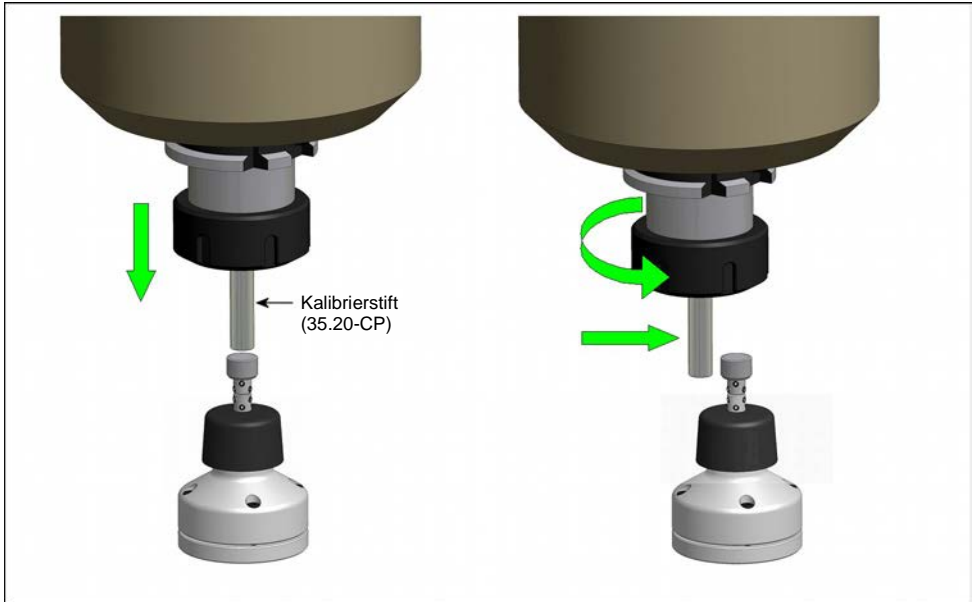

Abb. 7 Werkzeugmesssystem kalibrieren
1. Gewindestifte D, E und F lösen (siehe Abb. 7) und Messeinsatz zusammen mit Sollbruchstift aus dem Taststiftadapter entnehmen.
2. Gewindestift A, B und C am Messeinsatz lösen (siehe Abb. 7) und Sollbruchstift entnehmen.